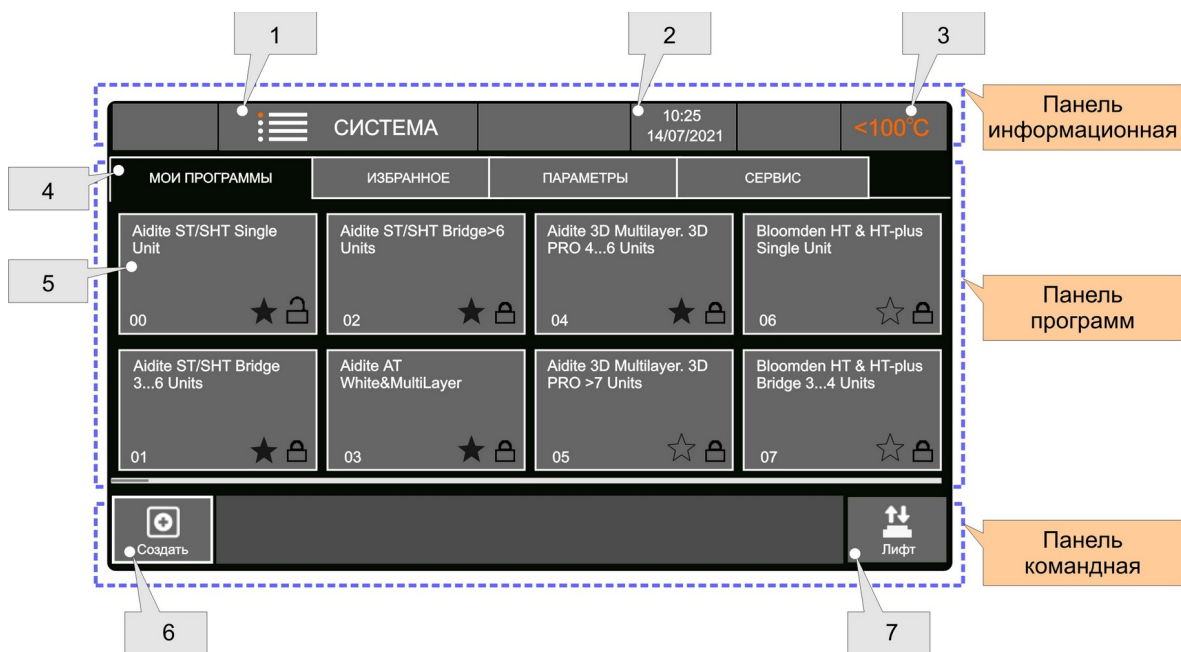
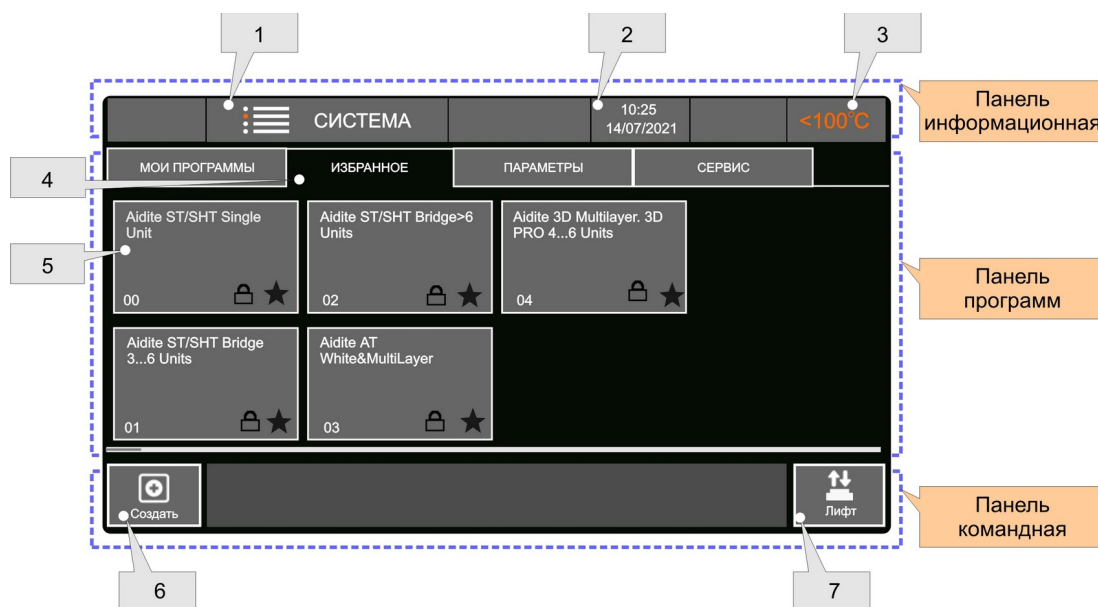

Рис. 4 Дисплей электропечи в режиме «СИСТЕМА - МОИ ПРОГРАММЫ».
Рис. 5 Вид экрана электропечи в режиме «СИСТЕМА - ИЗБРАННОЕ».
8.1.4 По окончании процесса диагностики, электропечь перейдет в состояние «СИСТЕМА - МОИ ПРОГРАММЫ» (см. рис.4)
В режиме «СИСТЕМА - МОИ ПРОГРАММЫ» (см. рис. 4) или в режиме «СИСТЕМА - ИЗБРАННОЕ» (см. рис. 5) коснитесь дважды пиктограммы необходимой программы.